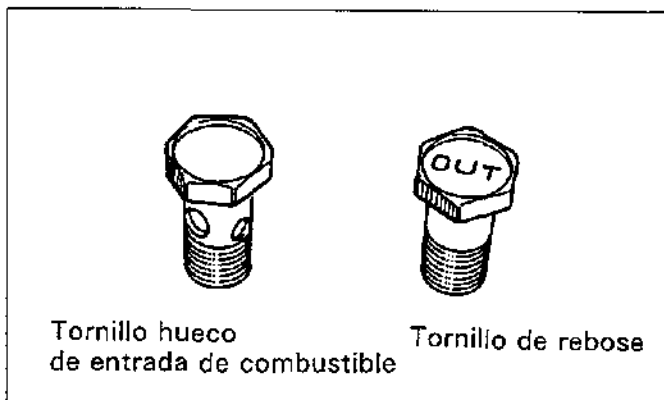

Figura.15-6 Tornillos
1. El perno en forma de banjo con la marca "OUT" debe usarse para el rebose durante el ajuste y debe quedar con la bomba después de completarse el ajuste. (Vea la figura.15-6)
2. El perno en forma de banjo de entrada de combustible será hueco con las aberturas del tamaño adecuado para permitir que entre el combustible a la bomba. (Vea la figura.15-6)
(7) Conecte las líneas de prueba de alta presión.